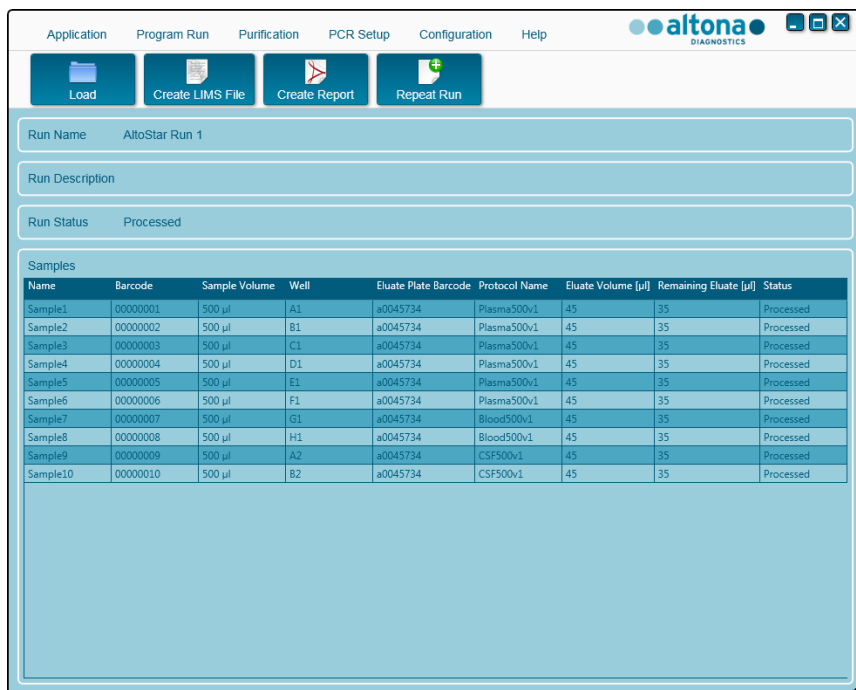

Figure 19: Écran Results (Résultats)
1. Cliquez sur **Purification** → **Purification Results** (Résultats de la purification) dans la barre de menus pour afficher l'écran Results (Résultats) (voir la figure 19).